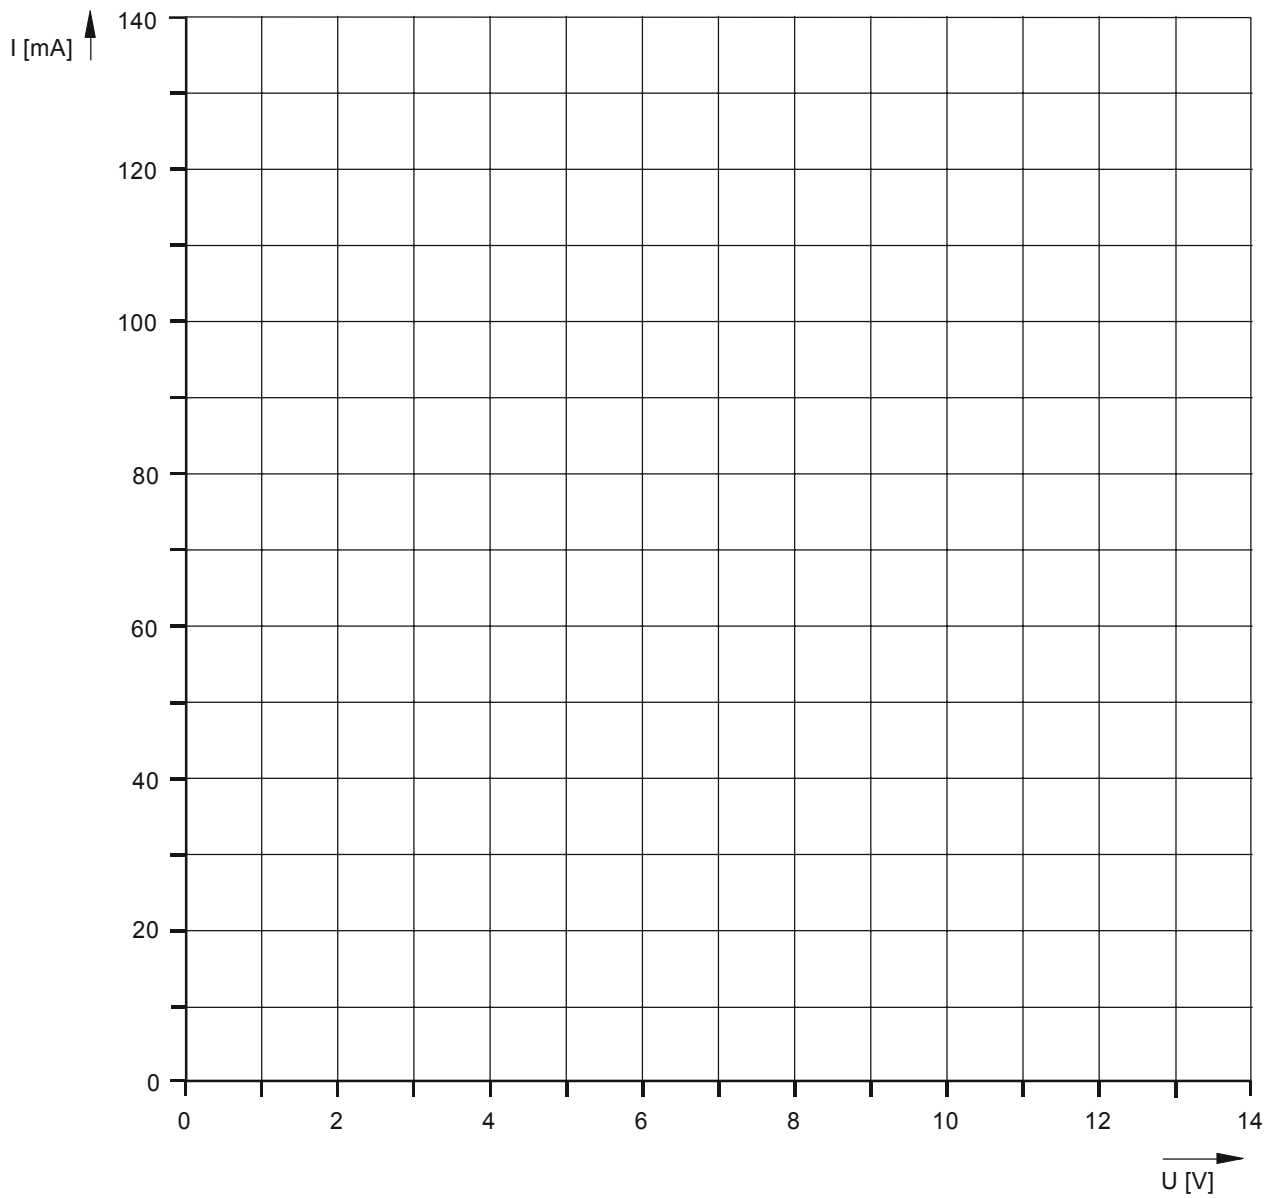

Abb. 2.2.3
- Die Kennlinien sind in das Kennlinienfeld Abb. 2.2.3 zu zeichnen.